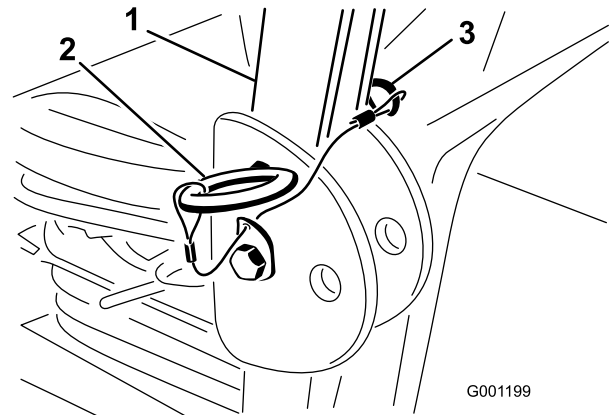

Figure 30
1. Pour abaisser l'arceau de sécurité, retirez les goupilles fendues puis les 2 axes (Figure 30).
3. Posez les 2 axes et fixez-les avec les goupilles fendues (Figure 30).
4. Pour relever l'arceau de sécurité, retirez les goupilles fendues puis les 2 axes (Figure 30).
5. Relevez complètement l'arceau de sécurité puis insérez les 2 axes et fixez-les avec les goupilles fendues (Figure 30).